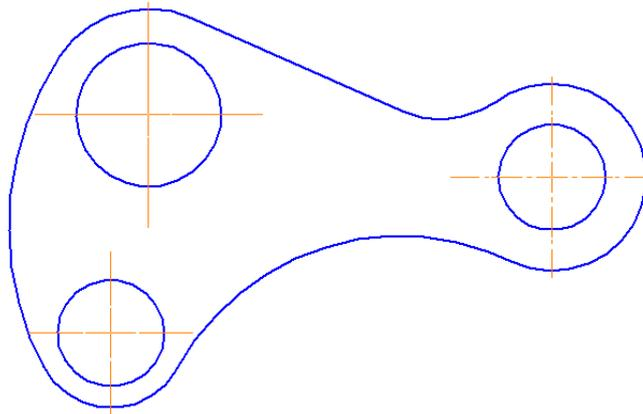

Рис. 30
6. Для окончательного построения внешнего контура детали удалите лишние участки окружностей командой **Усечь кривую**  на панели **Редактирование** , рисунок 30. Прервите команду , обновите изображение  (для устранения временных искажений) и отобразите документ целиком щелчком на кнопке **Показать все**  на Панели управления.